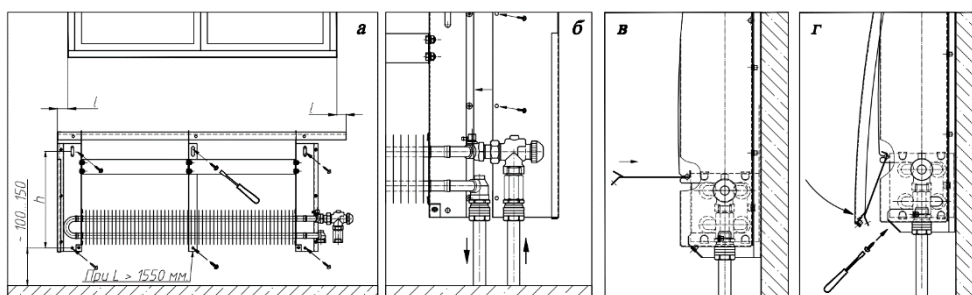

Рис.2
5.10. Навесить лицевую панель, завести нижний край отсечной планки за загиб панели. Прижать отсечную планку к кронштейну зафиксировав панель с прижимной планкой винтом рис.2в, 3.